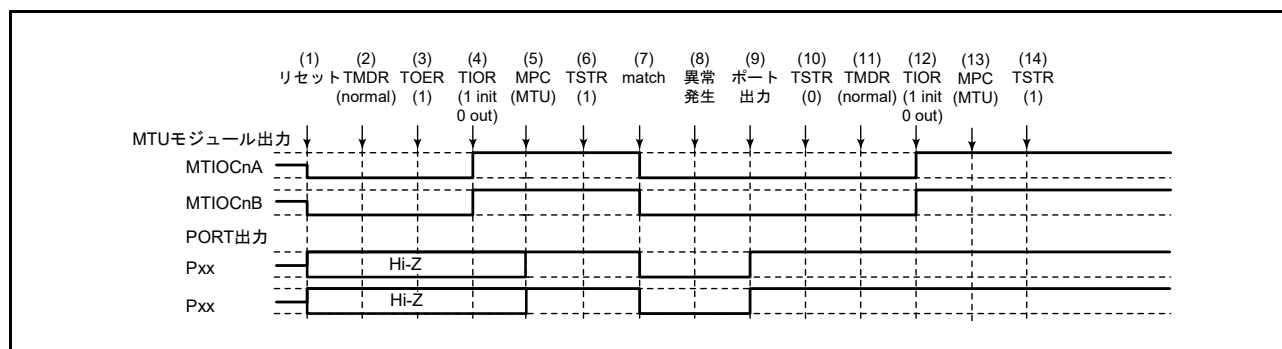

図 23.127 ノーマルモードで異常が発生し、ノーマルモードで復帰する場合
ノーマルモードで異常が発生し、再設定後ノーマルモードで再スタートする場合の説明図を図 23.127 に示します。
(1) ~ (10) は図 23.127 と共通です。
(11) PWM モード1を設定します。
(12) TIOR レジスタで端子を初期化してください。なお、PWM モード1では MTIOCnB (MTIOCnD) 端子に波形が出力されません。出力すべきレベルがある場合は、I/O ポートのポート方向レジスタ (PDR)、ポート出力データレジスタ (PODR) で汎用出力ポートの設定をしてください。
(13) MPC と I/O ポートのポートモードレジスタ (PMR) で MTU 出力としてください。
(14) TSTR レジスタで再スタートします。
(11) PWM モード2を設定します。
(12) TIOR レジスタで端子を初期化してください。なお、PWM モード2では周期レジスタの端子は初期化されません。初期化したい場合にはノーマルモードで初期化した後 PWM モード2に移行してください。
- (1) ~ (10) は図 23.127 と共通です。
- (11) 位相計数モードを設定します。
- (12) TIOR レジスタで端子を初期化してください。
- (13) MPC と I/O ポートのポートモードレジスタ (PMR) で MTU 出力としてください。
- (14) TSTR レジスタで再スタートします。
- (11) TIOR レジスタでノーマルモードの波形生成部を初期化してください。
- (12) TIOR レジスタでノーマルモードの波形生成部の動作を禁止してください。
- (13) TOER レジスタで MTU3、MTU4 の出力を禁止してください。
- (14) TOCR レジスタで相補 PWM モードの出力レベルと周期出力の許可 / 禁止を選択してください。
- (15) 相補 PWM モードを設定します。
- (16) TOER レジスタで MTU3、MTU4 の出力を許可してください。
- (17) MPC と I/O ポートのポートモードレジスタ (PMR) で MTU 出力としてください。
- (18) TSTR レジスタで再スタートします。